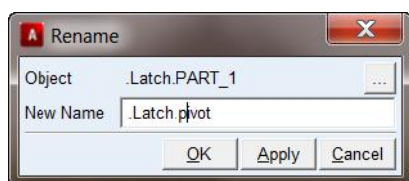

图 2-22 重命名曲柄
3) 模型名不变，修改物体名称。如图 2-22 所示，将 Part_1 改为 Pivot。